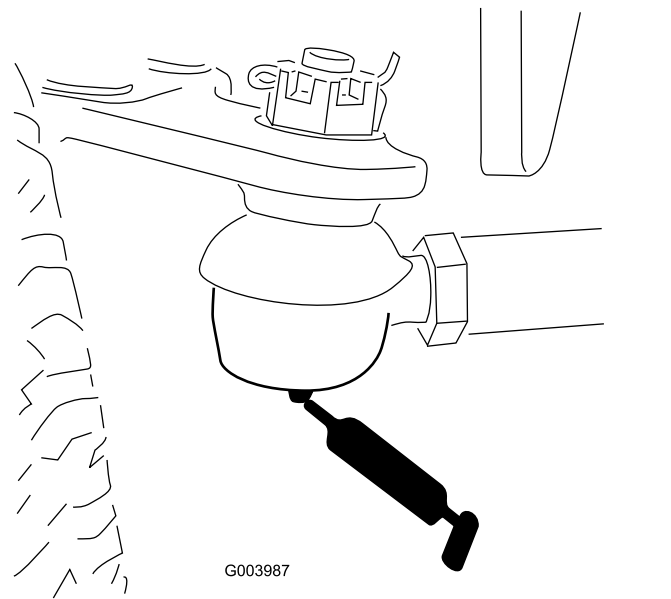

Figure 68
- Bielle d'essieu arrière (2) (Figure 68).